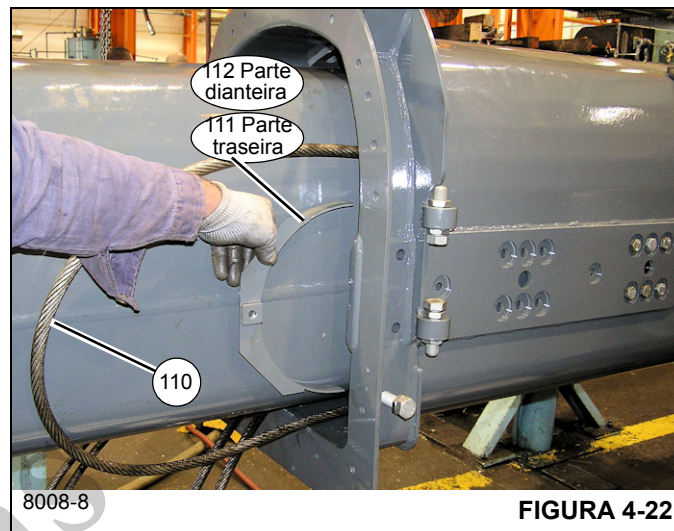

FIGURA 4-22
- 73. Estenda o telescópio 4 (5) um quarto para fora do telescópio 3 (4).
- 74. Remova a graxeira (106) de cada um dos quatro eixos (104).
- 75. Remova o parafuso (113) que fixa o conjunto soldado da proteção dianteira (112) sobre o cabo de extensão do telescópio 4 (110) (lados esquerdo e direito) (consulte a Figura 4-22).
- 78. Remova o parafuso (113) que fixa o conjunto soldado da proteção traseira (111) sobre o cabo de extensão do telescópio 4 (109) (lados esquerdo e direito) (consulte a Figura 4-22).